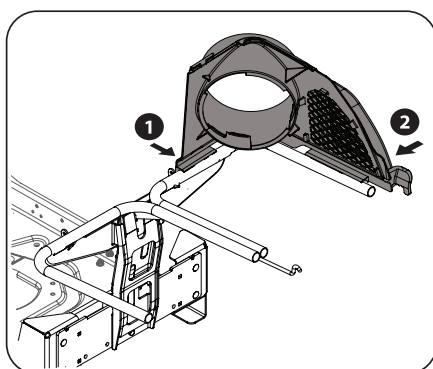
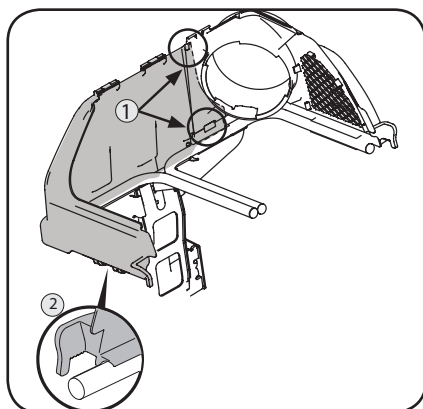

Figure 4-6
Figure 4-7
1. Faites incliner la partie avant du support de la goulotte supérieure (631-05491) vers l'avant. Faites glisser l'attache derrière l'encoche, puis faites enclencher la partie avant du support sur le support des sacs collecteurs. Voir Figure 4-6.
2. Faites enclencher le côté du support de la goulotte supérieure sur le support des sacs collecteurs. Voir Figure 4-6.
3. Faites glisser le couvercle gauche du bac récupérateur (731-12350) dans le support de la goulotte supérieure et installez-le sur le support des sacs collecteurs. Faites enclencher les deux pattes sur la partie avant du support de la goulotte supérieure. Voir Figure 4-6 (1). Faites enclencher les éléments de fixation sur la barre gauche du support des sacs collecteurs. Voir Figure 4-7.